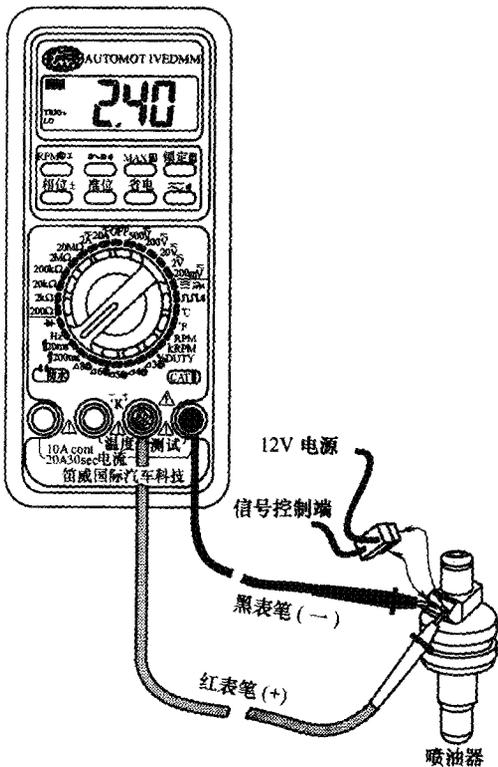

图 1-7 喷油器喷油时间检测
1) 喷油脉宽 ms——喷油器喷油时间检测 喷油器一连串的 ON、OFF 基于发动机所需燃油而定, 电脑依据冷却液温度、空气流量、进气压力、节气门开度、转速、爆燃、车速、点火参考脉冲、燃油短效修正、燃油长效修正、含氧量等信号作为喷油时间修正量。喷油器的基本控制信号可察看喷油器本身是否有不良状况, 电脑本身控制喷油器状况等是否正常。喷油时间正常脉宽为 2~5ms (轻负荷~重负荷), 喷油时间依据发动机转速改变而改变。检测时红表笔接信号端, 黑表笔接车身搭铁, 档位拨至“ms”档, 然后按下相位及准位键以调整电脑触发方向, 一般汽车发动机的喷油器为正触发, 如图 1-7 所示。